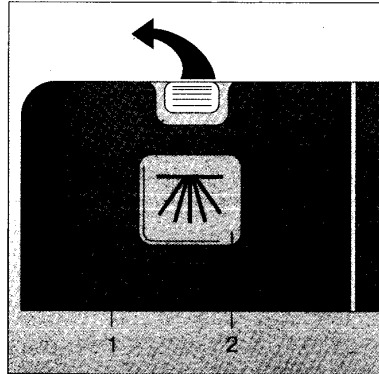

Bild 8
- ☐ Verschlußhebel nach vorne drücken (Bild 8/1). Der Deckel springt auf.
Bei sehr stark verschmutztem Geschirr haben Sie die Möglichkeit, in die Deckelmulde (Bild 8/2) zusätzlich Reinigungsmittel zu geben. Mulde gestrichen füllen. Dieser Reiniger wird bereits im Vorspülen wirksam.